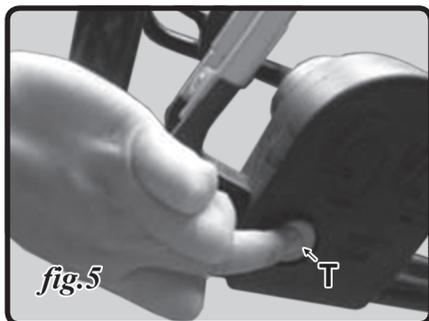

fig.5
1. Pour mettre en marche votre souffleuse à neige, appuyez sur d'abord le bouton de mise en marche du commutateur (T, fig.5) sur le côté du commutateur.